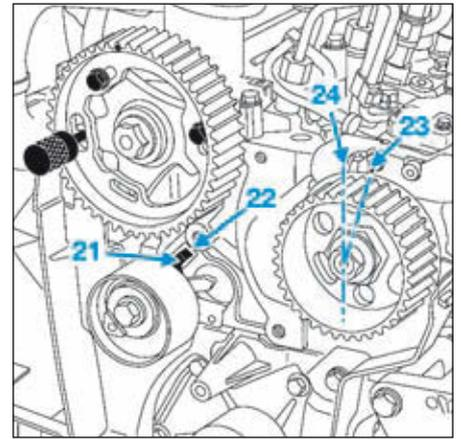

FIG.17
• Mettre en place l'ergot (21) du galet tendeur dans la rainure (22) de la culasse (Fig.17).
- le repère (23) de la pompe haute pression soit décalé d'une dent à droite par rapport à l'axe vertical (24),